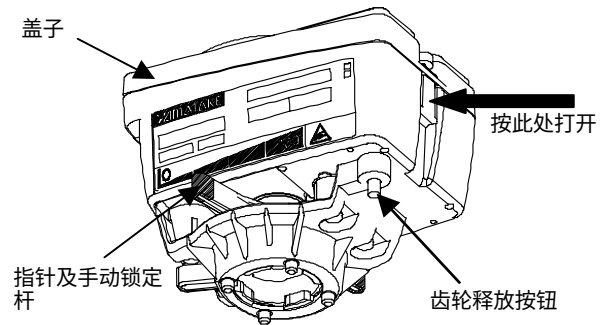

图5
- 1) 通过按如图5所示的位置打开盖子，并让导线穿过导线管（参照图5和6）。